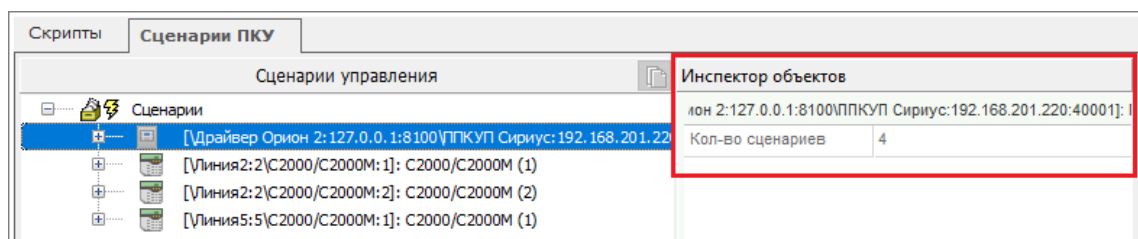

Рисунок 6-650 Информация в инспекторе объектов для устройства ПКУ
- при выборе в дереве сценариев устройства ПКУ в инспекторе объектов отображается количество аппаратных сценариев, созданных для этого устройства ПКУ (см. Рисунок 6-650);